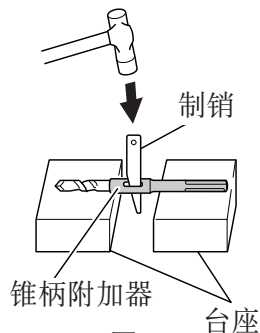

图 24
(3) 接通开关，按预定深度钻开一个孔口。
(4) 拆卸钻头时，可将制销插入锥柄附加器的缝隙，把钻头放在台座上，用锥子敲打制销头部。(图 24)